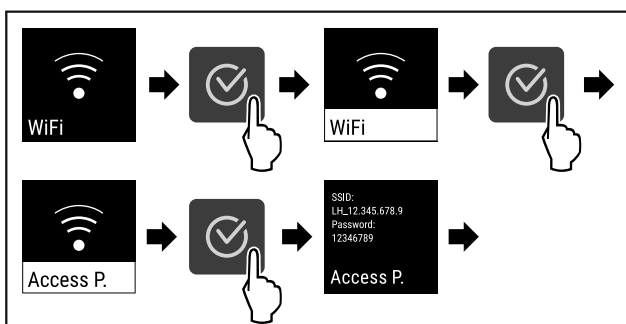

Fig. 85
- ▶ Vykonajte kroky akcie (pozri Fig. 85).